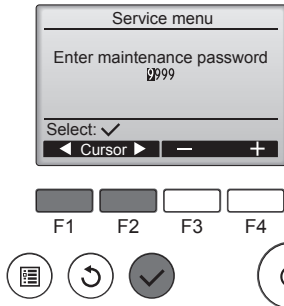

Fig. 5-2
① เลือก "Service" จากเมนูหลัก และกดปุ่ม
② เมื่อเลือกเมนูเซอร์วิส หน้าต่างจะปรากฏขึ้นมาเพื่อแจ้งให้ใส่รหัสผ่าน (Fig. 5-2)